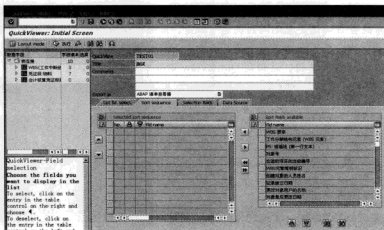

图 12-6 “Sort sequence” 视图
STEP 6 然后选择“Sort sequence”视图, 在这张视图中可以指定列表的排序规则, 如图 12-6 所示。